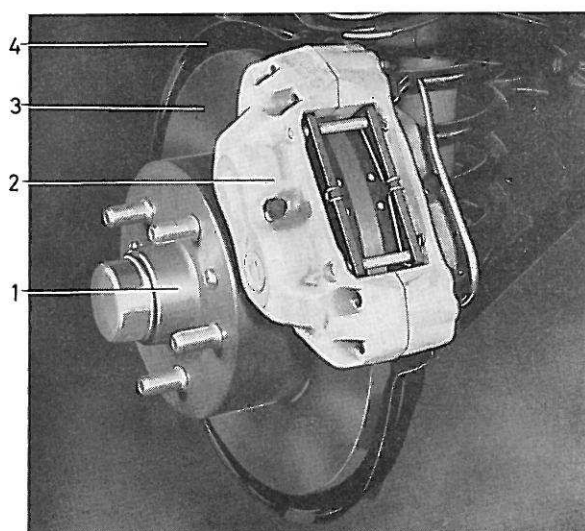

Figure 8. Détail d'un frein de roue avant
L'emplacement des différentes pièces d'un frein de roue est indiqué sur la figure 8. Le disque de frein (3), exécuté en fonte, est solidaire du moyeu de roue qui l'entraîne dans sa rotation. La plaque de protection (4) protège ce disque contre la boue et les souillures.